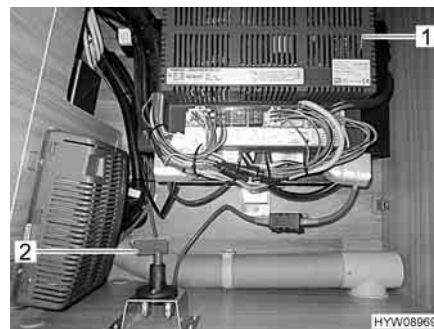

Fig. 15 Interruttore principale per il sistema di manovra, ubicazione
- ▷ L'interruttore principale (Fig. 15,2) si trova in uno dei cassoni letto, vicino all'apparecchio per l'alimentazione elettrica (Fig. 15,1).